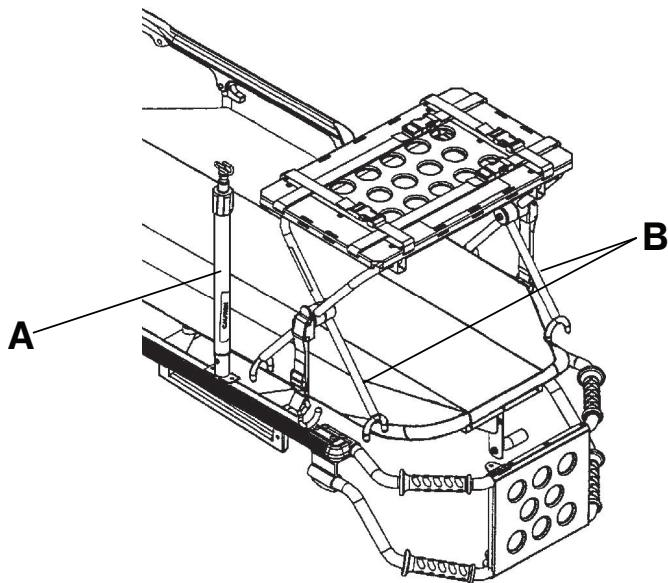

Abbildung 18 – Infusionsständer anheben und das Defibrillator-Tablett in Position bringen (Abbildung zeigt Modell 6506)
3. Ist das Produkt mit einem Infusionsständer (A) ausgestattet, diesen nach oben klappen (Abbildung 18).
5. Die Innenfüße (B) der Defibrillatorplattform in Richtung des Kopfendes des Produkts positionieren (Abbildung 18).